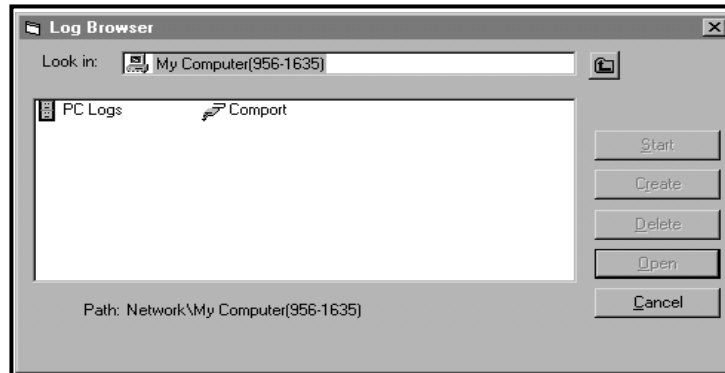

Figure 15: Sélection du type de journal
2. Double-cliquez sur le nom de l'ordinateur pour passer à la boîte de dialogue illustrée à la Figure 15 à la page 7.